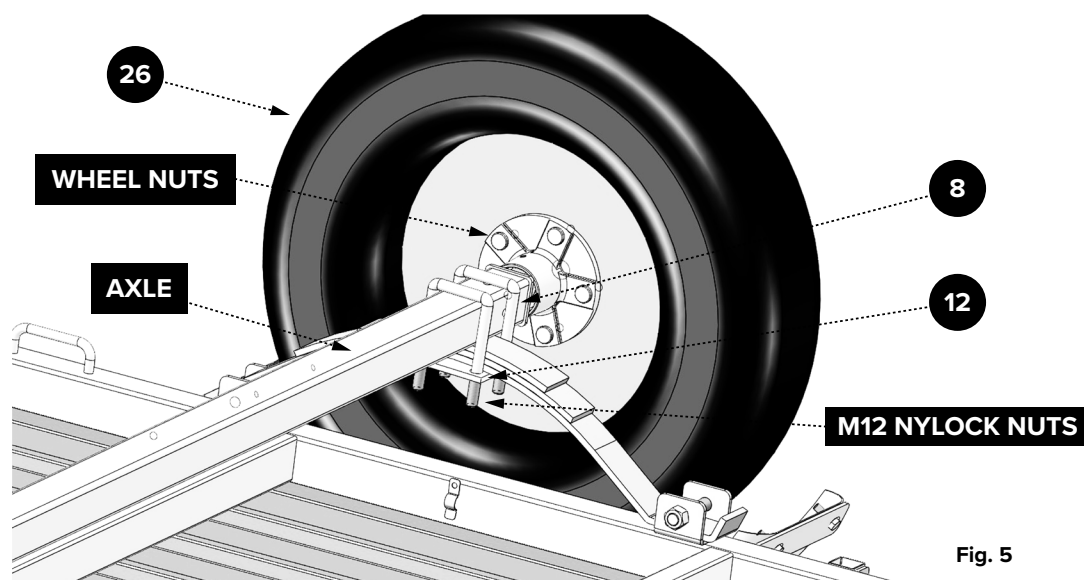

Fig. 5
2. Montez l'essieu sur les ressorts à 3 lames (11) à l'aide des boulons en U (8), des plaques de ressort à lames (12) et des écrous nylock M12 pour fixer les plaques aux boulons en U (Fig.5).
REMARQUE: Insérez le point surélevé du ressort dans le côté concave de l'essieu. Assurez-vous que l'essieu est dans la bonne position. Voir la Fig. 5 pour une vue rapprochée de la roue.